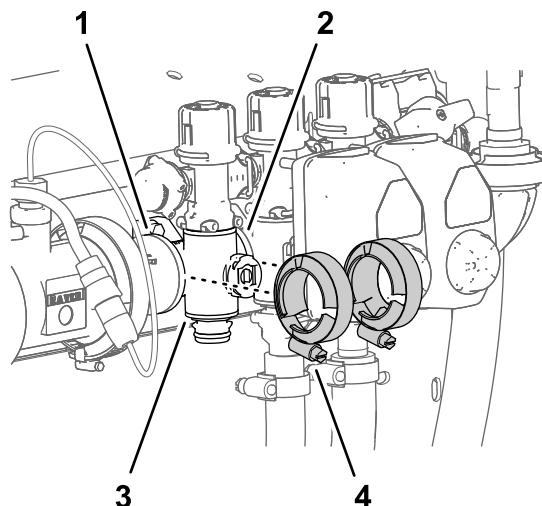

Figure 124
| 4. Fixez légèrement les colliers bride que vous avez déposés à la section <a href="#">Dépose de la vanne de section du collecteur (page 88)</a> sur les brides du collecteur de vanne de section et les brides des autres vannes de section et/ou adaptateur d'accouplement (Figure 124). |  |
7. Serrez les 2 colliers bride à la main (Figure 124).